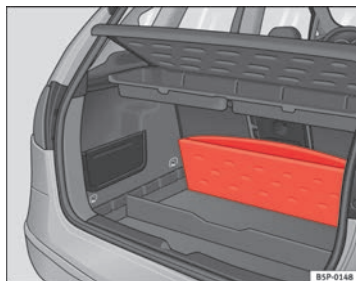

Fig. 105 Tapa maletero plegable
- Levante el piso del maletero y plieguelo hacia atrás, hasta su totalidad ⇒ fig. 105.